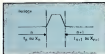

Figure 23.
Dans notre numéro précédent nous avons étudié les bascules asynchrones. Elles sont appelées ainsi car rien ne permet de les synchroniser avec quoi que ce soit. Les bascules, que nous appellerons dans ce qui suit, synchrones, auront en outre des possibilités déjà étudiées, un mode de fonctionnement synchrone d'un signal H (statique ou dynamique). Le signal H est appelé Horloge ou Clock Pulse (CP) ou Timing (T). En mode synchrone on distingue l'état avant une impulsion d'horloge (indice n) de l'état après cette impulsion d'horloge (indice $n+1$), comme représenté en figure 23.